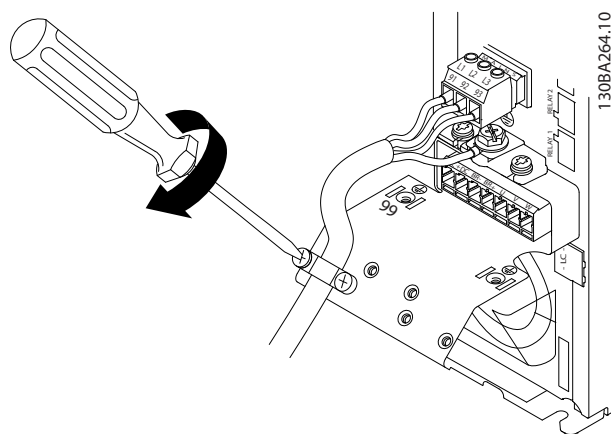

図 3.11 サポート・ブラケットの取り付け
4. 主電源ケーブルに交差するようにサポート・ブラケットを取り付け、図 3.11 に示すようにねじを締め付けます。